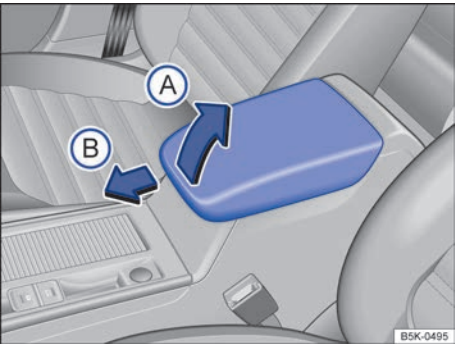

图 44 前排座椅中间扶手
如需上提扶手，沿箭头方向 ⇒ 图 44 ① 逐级上拉扶手即可。